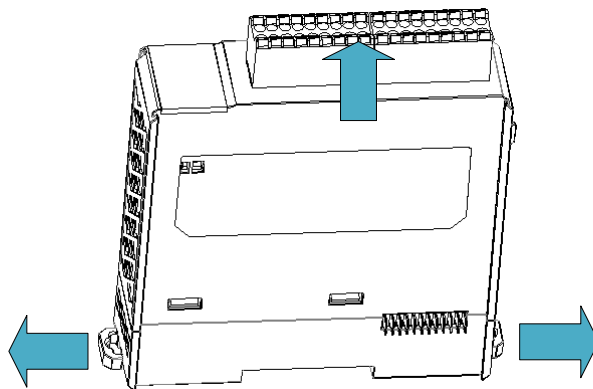

图6.9 更换模块的方法
1. 先取下模块上的脱落式端子台，使用一字螺丝刀等工具，将模块上下方的两个DIN导轨固定扣拉出，使其变为解除状态，如图6.9所示。